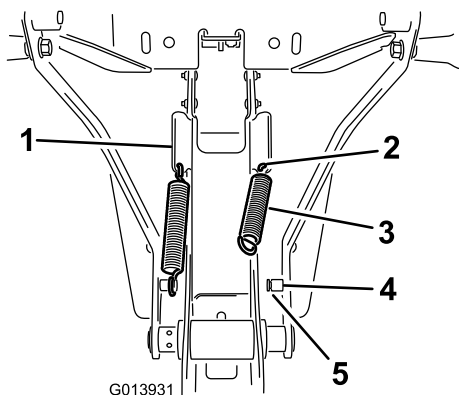

Figure 13
1. Accrochez le ressort dans le trou inférieur de la patte inclinée sur le côté du bâti (Figure 13).
2. Accrochez un côté du ressort dans le trou et l'autre côté sur l'ergot (Figure 13).
3. Veillez à engager correctement l'extrémité du ressort dans la rainure de l'ergot (Figure 13).